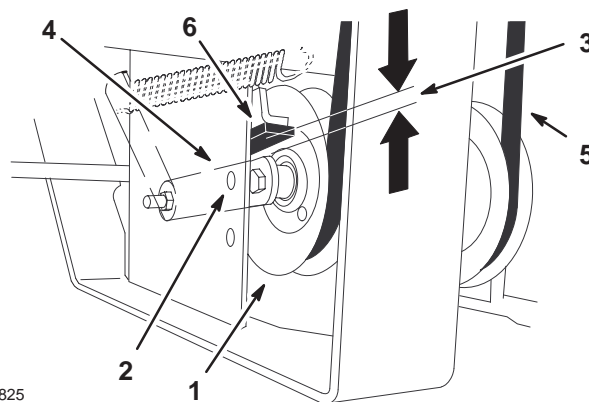

Figure 74
9. Contrôlez la distance entre la butée en caoutchouc et le bras de la poulie de tension à ressort quand la plaque de la poulie est serrée. On doit obtenir une distance de 0 à 6 mm (0 à 1/4 pouce) à partir de la butée en caoutchouc (Fig. 74).